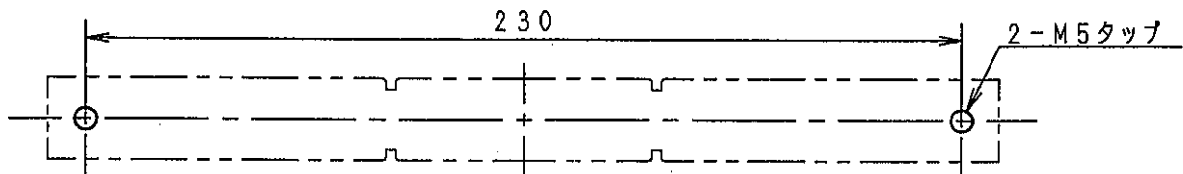

図 1 本体取付穴加工図
- (1) バーホルダー-80本体の取付は、ベースに2-M5のタップを施した後付属のネジ M5X14, 平座金M5で締めて下さい。(図1参照)